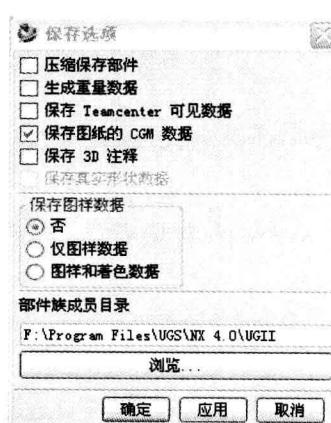

图 0-16 “保存选项”对话框
(3) 文件保存。保存文件时,即可以保存当前文件,也可以另存显示文件或者对文件实体数据进行压缩。选择主菜单中的“文件”|“选项”|“存储选项”命令时,系统会打开如下图所示的“保存选项”对话框(见图 0-16),在对话框中可以对保存选项进行设置。